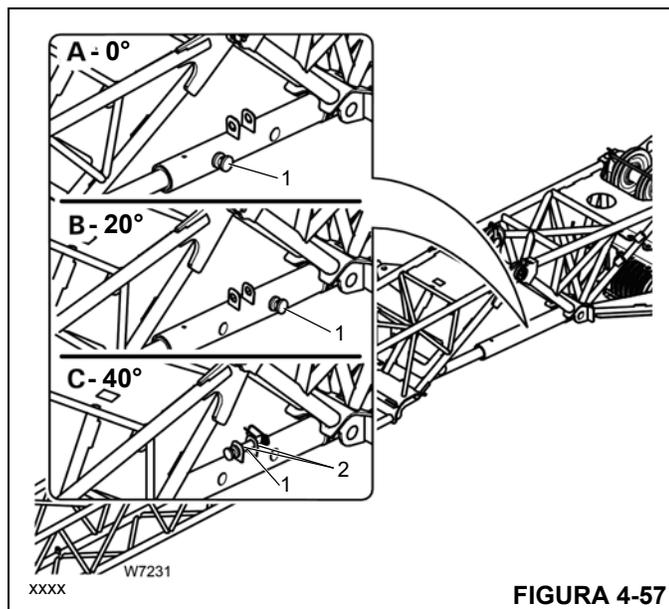

FIGURA 4-57
Consulte la Figura 4-57.
1. Eleve la extensión con la grúa auxiliar hasta que el pasador (1) (Figura 4-57) se libere de carga.
5. Si es necesario, alivie la carga sobre el pasador de ajuste (1) (Figura 4-57) bajando levemente la pluma.
6. Eleve o baje la pluma principal de manera que el pasador (1) se pueda insertar en la posición del ángulo requerido; consulte *Mecanismo de ajuste de ángulo de extensión, página 4-40*.